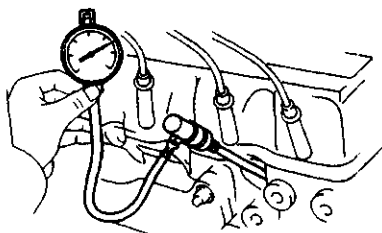

图 2-2 测量气缸压缩压力
- ⑱拆下气缸盖。
- ⑲拆下气门和气门弹簧。
- ⑳拆下飞轮。
- ①拆下火花塞。
- ②将压力表插入火花塞孔中,如图 2-2 所示。
- ③使节气门全开。
- ④一边用起动机转动发动机,一边测量压缩压力。发动机转速应超过 300 r/min。记下压力